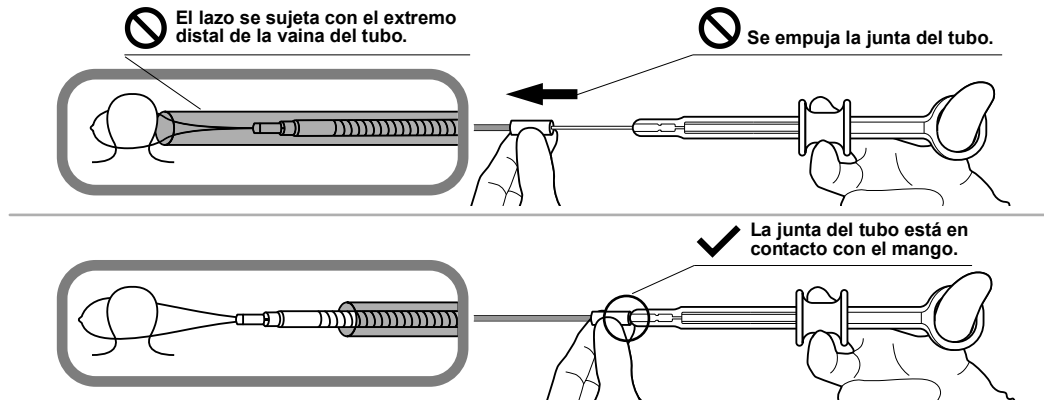

Figura 2
- No sostenga el lazo con el extremo distal de la vaina del tubo mientras que el lazo rodea el tejido (consulte la Figura 2). En caso contrario, cuando se liga el tejido, el lazo puede soltarse del gancho en la vaina del tubo y enredarse con el gancho. Eso puede hacer que resulte imposible retirar el lazo. En este caso, consulte la sección 12, "Tratamiento de emergencia" y cumpla con lo indicado en "Equipo a utilizar en una emergencia" en la página 3 en este manual.